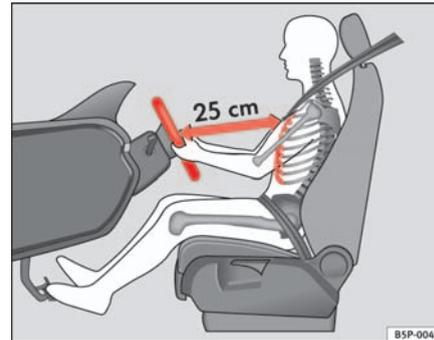

Abb. 90 Die richtige Sitzposition des Fahrers
- Stellen Sie das Lenkrad so ein, bis die gewünschte Einstellung erreicht ist ⇒ Abb. 90.
- Stellen Sie den Fahrersitz oder das Lenkrad so ein, dass der Abstand zwischen Lenkrad und Brustbein mindestens 25 cm beträgt ⇒ Seite 131, Abb. 90. Wenn Sie den Mindestabstand nicht einhalten, kann Sie das Airbag-System nicht schützen – Lebensgefahr!